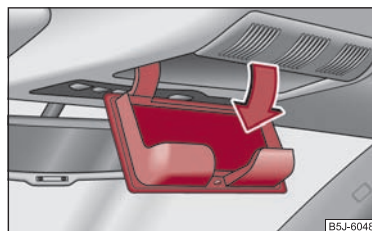

Abb. 83 Ausschnitt des Dachhimmels: Ablagefach für Brille
- Drücken Sie auf den Deckel des Ablagefaches, das Ablagefach klappt nach unten auf ⇒ Abb. 83.